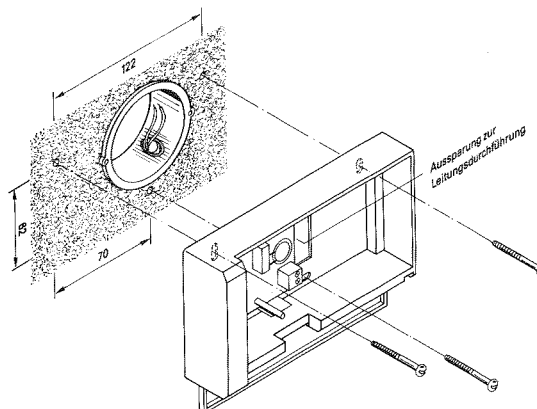

Abb. 4.28
Prüfen, aus welcher Richtung die Leitungen verlegt sind, damit beim Bohren für die Befestigungsschrauben ein „Anbohren“ der Adern ausgeschlossen wird (siehe Abb. 4.28).
Er kann direkt an die Wand oder über eine handelsübliche Schalterdose geschraubt werden (Abb. 4.28).
4. Den Wandmontagesockel an der vorgesehenen Stelle anbauen. Dabei darauf achten, daß die richtige Seite nach oben zeigt (Abb. 4.28).